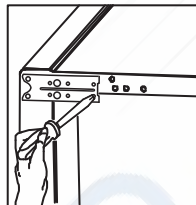
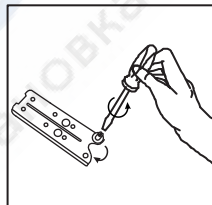

Рисунок 3.1
Рисунок 4.1
**3** - Положите холодильник левой стороной вниз, открутите регулирующие ножки холодильника, затем открутите винты, крепящие нижний шарнир и снимите его (рис. 3.1). Отвинтите шпильку нижнего шарнира и вставьте ее в отверстие на левой стороне шарнира (рис. 4.1). Затем установите шарнир на левой стороне х-ка и закрутите регулирующие ножки.